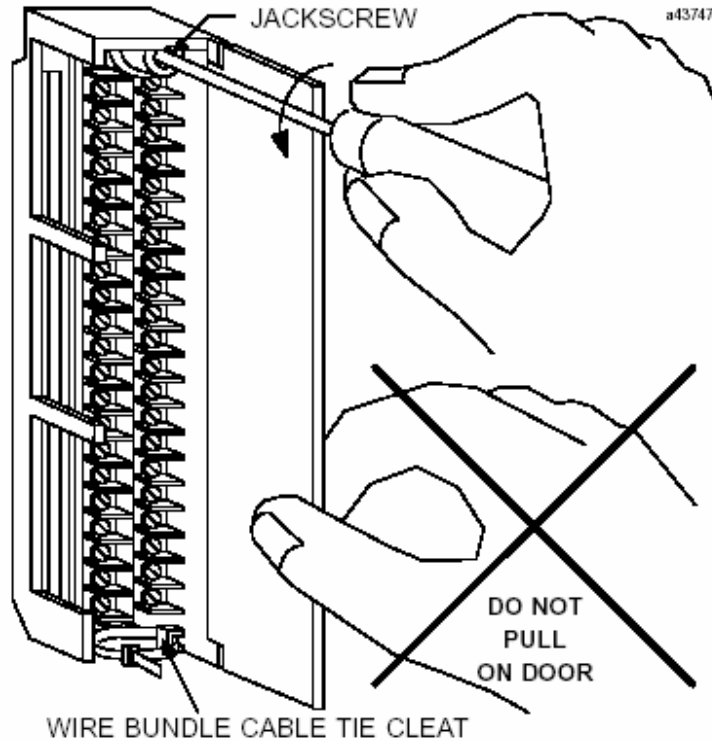

图 4. 移动 I/O 端子板
2. 想移走端子板, 抓住端子板顶部向外摇晃, 如图4所示。